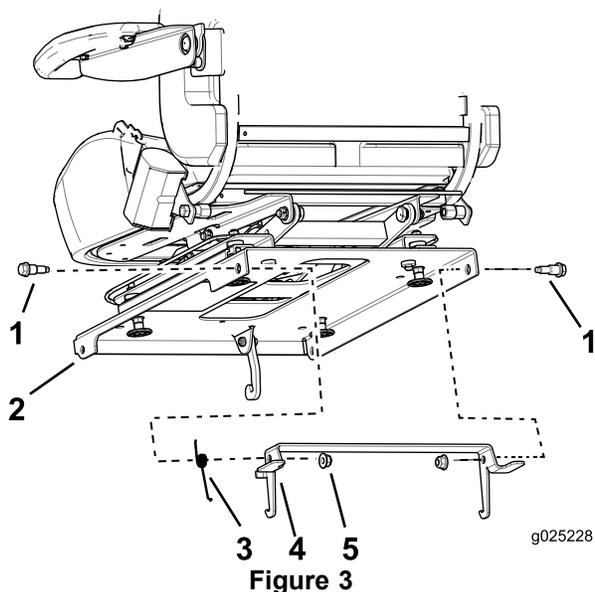

Figure 3
1. Montez le verrou de siège et le ressort sur le siège au moyen de 2 boulons à épaulement (3/8 x 1-1/8 po) et 2 écrous à embase (3/8 po) (Figure 3).